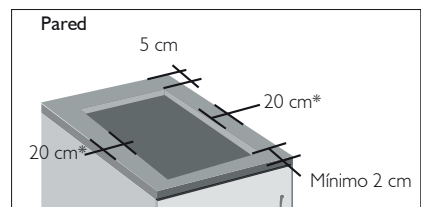

Figura 12
- Si el recinto donde se va a instalar el artefacto clasifica como espacio confinado según NTC 3631 (Actualización vigente) y el método de ventilación es el método 2, garantice las medidas especificadas en la figura 12.
- La distancia mínima que debe haber entre la perforación y a pared posterior es de 5 cm, para el frente debe ser de mínimo 2 cm y para los laterales de 20 cm respectivamente, (Ver figura 12).